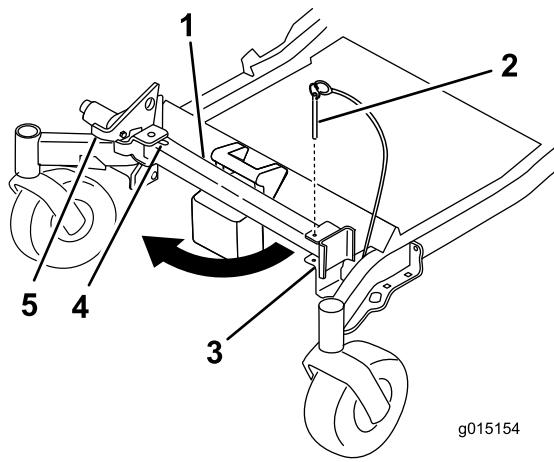
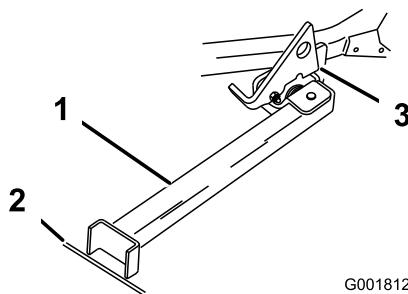

Bild 39
Bild 40
2. Nehmen Sie den Halterungsstift ab (Bild 39).
3. Heben Sie den Riegel an. Drehen Sie den Ständerfuß nach vorne heraus und schieben Sie den Ständer zur Maschine in den unteren Schlitz (Bild 39 und Bild 40).
4. Stellen Sie den Fuß auf den Boden und lassen Sie den Riegel auf der Drehlasche aufliegen (Bild 40).
Hinweis: Stellen Sie den Ständerfuß am besten in Risse auf Gehwegen oder in der Rasenfläche (Bild 40).
6. Fahren Sie auf den Stand auf. Halten Sie an, wenn der Riegel über die Lasche in die arrierte Stellung einrastet (Bild 40). Stellen Sie nach dem Auffahren auf den Stand die Feststellbremse fest und stellen Sie den Motor aus.
5. Stellen Sie den Ständer wieder in die Ruhestellung (Bild 39).